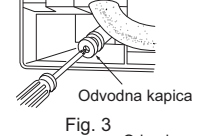

Fig. 3
- Stavite odvodnu kapicu u odjeljak na koji se odvodno crijevo treba pričvrstiti na stražnjoj strani unutarnje jedinice. (Fig. 3)